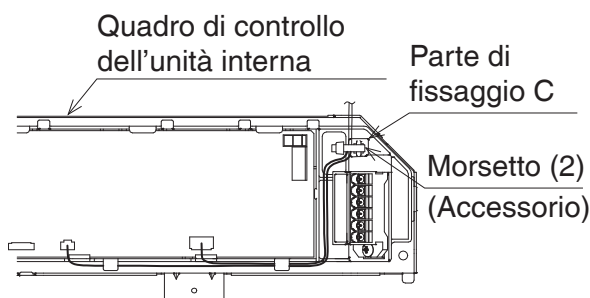

Figura 20
5. Fissare i cablaggi del relè (3) e il cavo di segnale (grigio) alla parte di fissaggio C all'interno del quadro di controllo dell'unità interna utilizzando i morsetti (2). (Fare riferimento a **Figura 20**.)